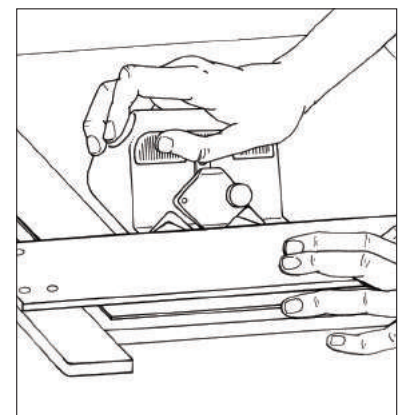

Fig. 4
- 4 Push blade into mat and push cutter along straight edge until tip of blade reaches 2mm above pencil cross line. (Fig. 4)
- 4 Pousser la lame dans le cache et pousser le couteau le long de la règle jusqu'à ce que la pointe de la lame arrive à 2 mm au-dessus de la ligne transversale au crayon. (Fig. 4)
- 4 Inserte la cuchilla en la cartulina y empújela a lo largo de la regla hasta que la punta de la cuchilla se encuentre unos 2 mm encima del cruce de las líneas a lápiz. (Fig. 4)
- 4 Klinge in den Karton drücken und den Schneider am Lineal entlang schieben, bis die Klingenspitze etwa 2 mm oberhalb der Kreuzung der Bleistiftlinien angelangt ist. (Fig. 4)
- 4 Inserire la lama dentro il passapartout e spingere la taglierina contro la riga finché il punto della lama sia arrivato 2 mm sopra la linea superiore tracciata a matita. (Fig. 4)